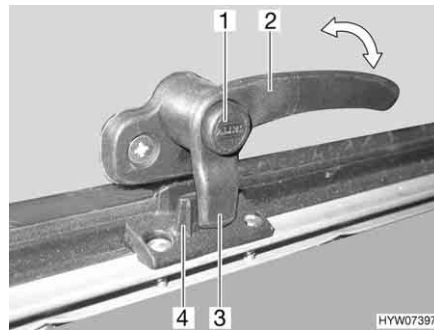
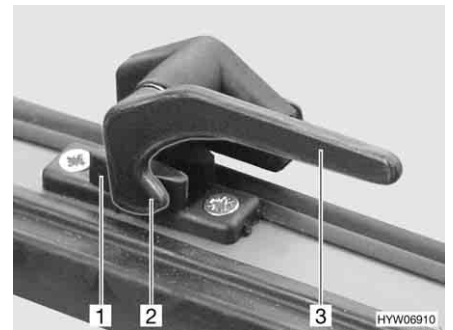

Bild 92 Låsarm med låsknapp i läget "stängd"
Bild 93 Låsarm i läget "stängd"
- Tryck på låsknappen (Bild 92, 1) om sådan finns och håll den nedtryckt.
- Sväng låsarmen (Bild 92,2 eller Bild 93,3) ett kvarts varv mot fönstrets mitt.
- Sväng låsarmen (Bild 92,2 eller Bild 93,3) ett kvarts varv mot fönsterkarmen. Låsspaken (Bild 92,3 eller Bild 93,2) på låsarmen sitter helt på fönsterlåsets insida (Bild 92,4 eller Bild 93,1).
- I läget "helt stängt" (Bild 92 och Bild 93)